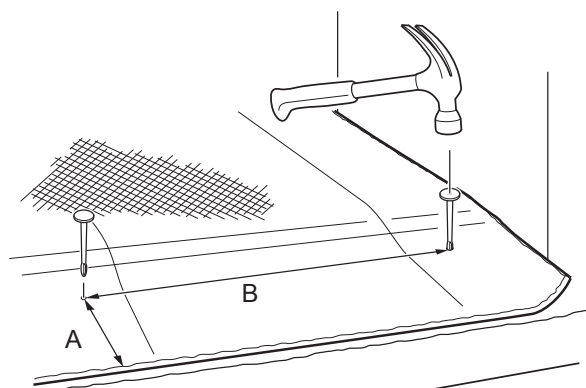

Fig. 13: Feste toppduken i bakkant
2. Plasser hullene i en avstand på 400 mm (B i Fig. 13) fra hverandre.